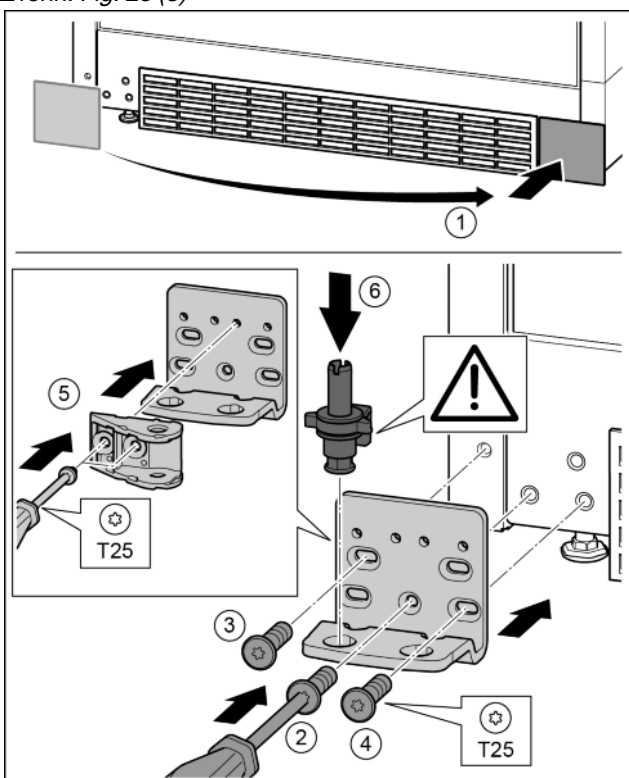

Fig. 29
- ▶ Снять крышку и поставить с другой стороны. Fig. 29 (1)
- ▶ Установить опорный кронштейн с другой стороны и прикрутить с помощью отвертки T25. Начинать с винта 2 в центре. Fig. 29 (2)
- ▶ Затянуть винты 3 и 4. Fig. 29 (3, 4)
- ▶ Повернуть навеску двери на 180°. Прикрутить с другой стороны опорного кронштейна с помощью отвертки T25. Fig. 29 (5)
- ▶ Снова установить опорный палец в сборе. При этом следить за тем, чтобы выступ фиксатора был направлен назад. Fig. 29 (6)